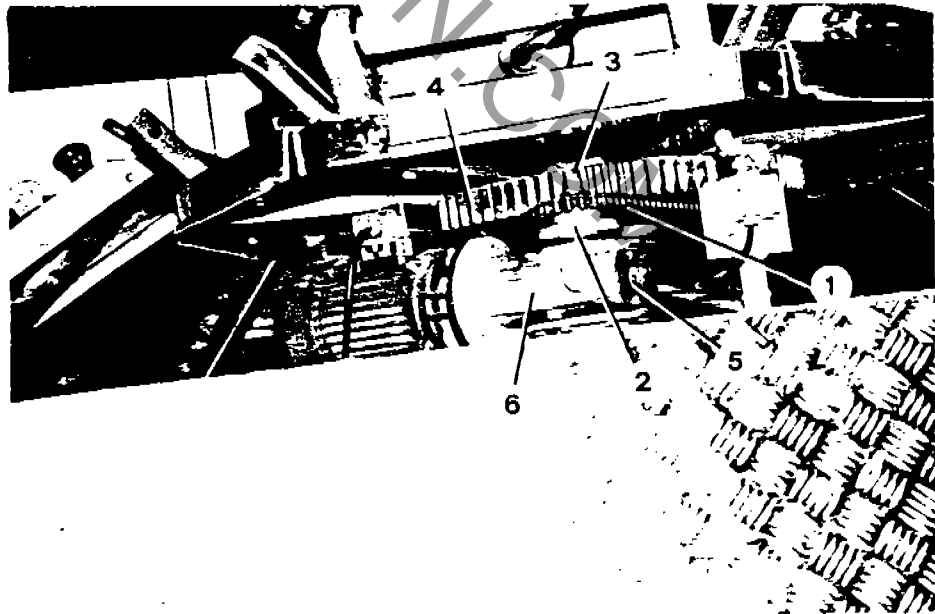
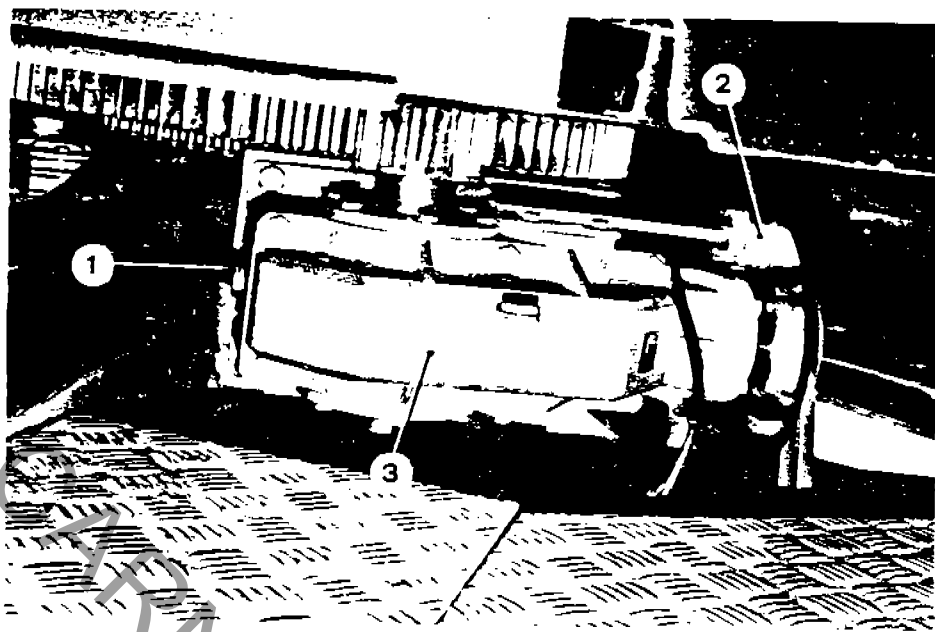

Fig. 2
Fig. 3
- a) Check chain (1-Fig.2) for correct tension; the sag between the fully-pushed and the fully-pulled (by hand) limit position should be between 5 mm. and 20 mm.
- b) Check chain (1-Fig. 2) and crown wheel (4-Fig. 2) for proper lubrication.
- c) Check roof clutch (2-Fig. 2) for operation if the roof is manually jammed, the motor should rotate smoothly; otherwise adjust nut (3-Fig. 2) until correct position is reached. Turn CW to engage clutch, turn CCW to release.
- a) Check reduction gear (1-Fig. 3, 5-Fig. 2) oil level.
- b) Check brake pad (2-Fig. 3) for wear. Replace the pad before the lining is worn out so as to avoid damage to the disk resulting from direct contact between metal surfaces.
- a) Verificare la tensione della catena 1-Fig. 2: l'escursione da tutto spinto a tutto tirato, eseguito con una mano, corrisponde da un minimo di 5 mm. ad un massimo di 20 mm.
- b) Verificare lo stato di lubrificazione della catena 1-Fig. 2 e corona dentata 4-Fig. 2.
- c) Verificare la frizione del tetto 2-Fig. 2: tenendo bloccato il tetto con la forza di una mano il motore deve girare senza sforzo, in caso contrario agire sul dado 3-Fig. 2 fino ad ottenere una giusta regolazione. Avvitando la frizione si blocca, svitando si sblocca.
- a) Verificare il livello olio nei riduttori: 1-Fig. 3 e 5-Fig. 2.
- b) Controllare l'usura della pastiglia freno 2-Fig. 3. È necessario sostituire la pastiglia prima che la lega frenante sia consumata del tutto evitando che il contatto diretto disco/materiale metallico rovini il disco.
- a) Change reduction gear (6-Fig. 2; 3-Fig. 3) oil. Use SAE 90 oil.
- a) Sostituire l'olio nei riduttori 6-Fig. 2 e 3-Fig. 3. Impiegare olio SAE 90.